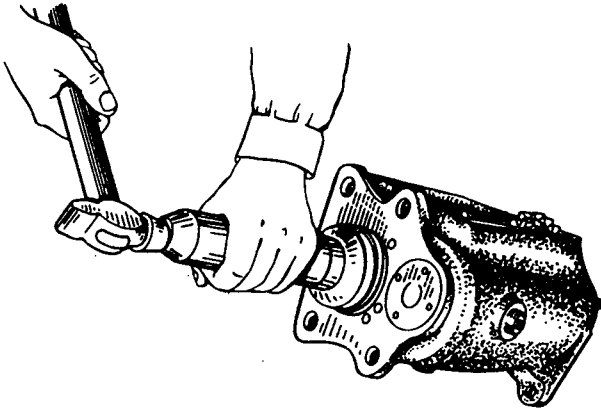

Bild 98. Einbau der Kupplungswelle ins Wechseltriebegehäuse
10. Zusammengebaute Kupplungswelle in das Wechseltriebegehäuse einführen, wobei sie mit dem Ausschnitt nach unten zum Antriebsrad der Vorgelegewelle angeordnet wird. Welle und Kugellager mittels eines Dorns bis zum Anliegen des Lagerringes am Getriebegehäuse eintreiben (Bild 98).